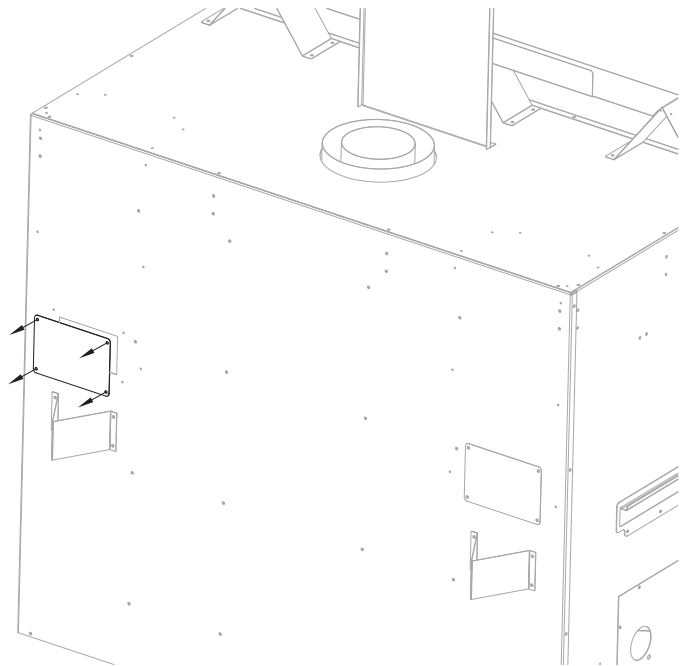

Figure 3.8, Retrait des couvertres du kit de transfert de chaleur
La Figure 3.8 montre le retrait des couvertres du kit de transfert de chaleur. Il y a (2) couvertres rectangulaires situés au haut du foyer.